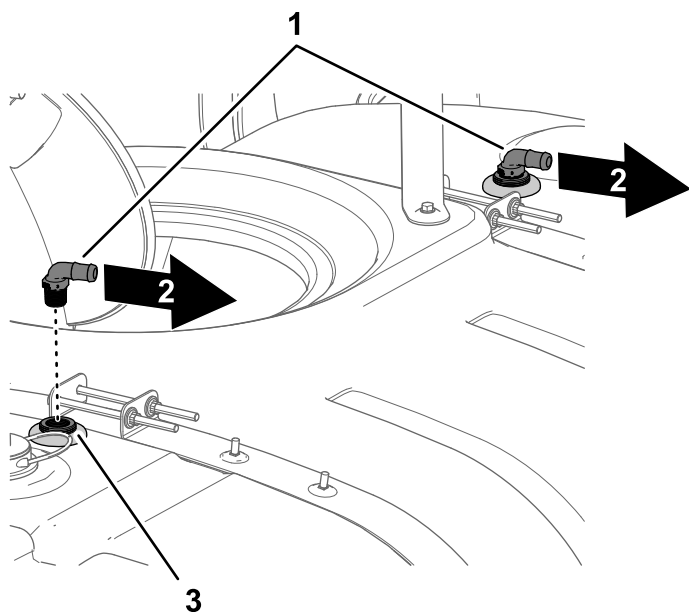

Рисунок 23
- Установите прямоугольные штуцеры в переходные штуцеры промывочных сопел в сборе (Рисунок 23).
- Совместите прямоугольные штуцеры типа «елочка» с правой стороной машины (Рисунок 23).